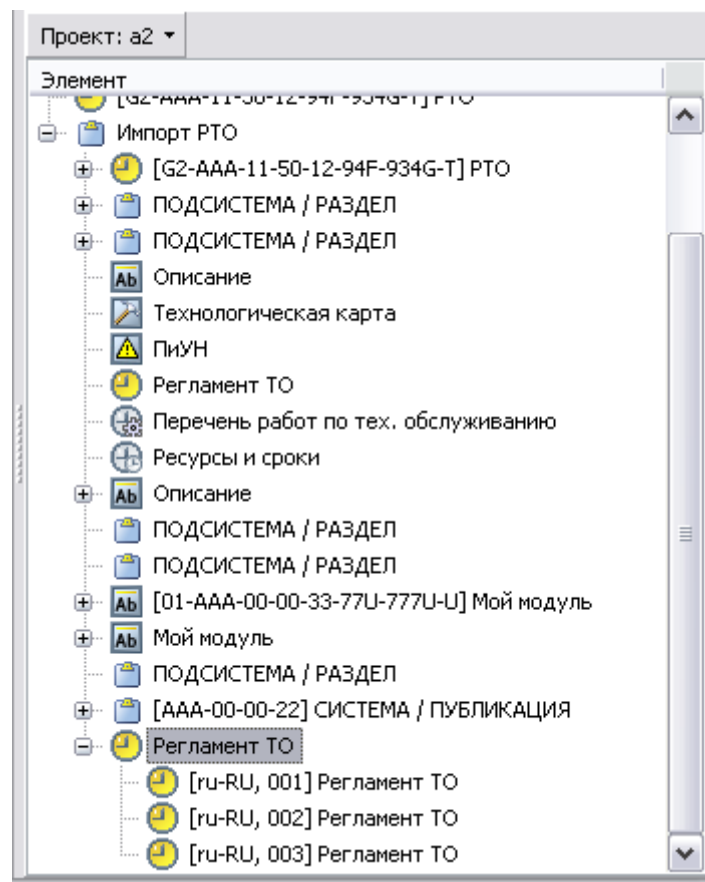

Рис. 4.15
8. После нажатия на кнопку «Да» модуль данных появится в проекте (Рис. 4.15).